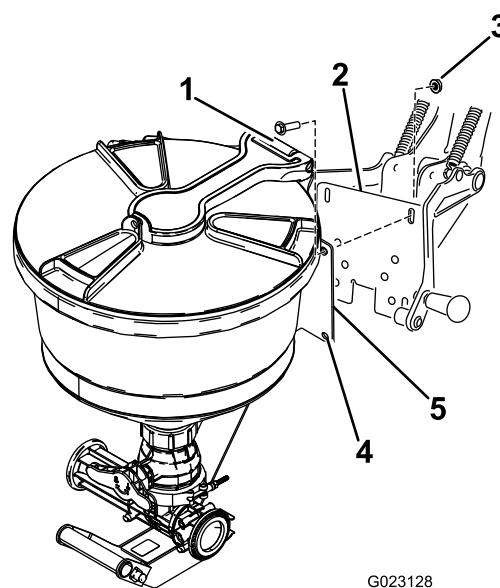

Figure 11
5. Alignez les trous de la plaque de montage du mélangeur sur les trous allongés de la plaque d'appui du berceau (Figure 11).